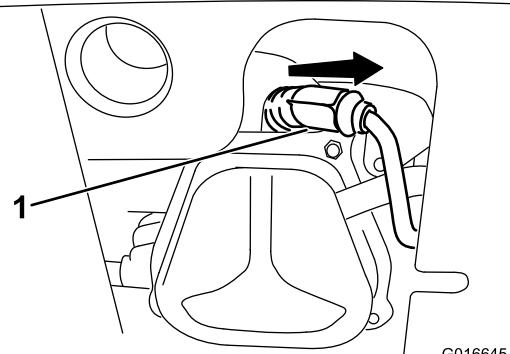

Рисунок 49
- Снимите изоляционный колпачок (Рисунок 49).